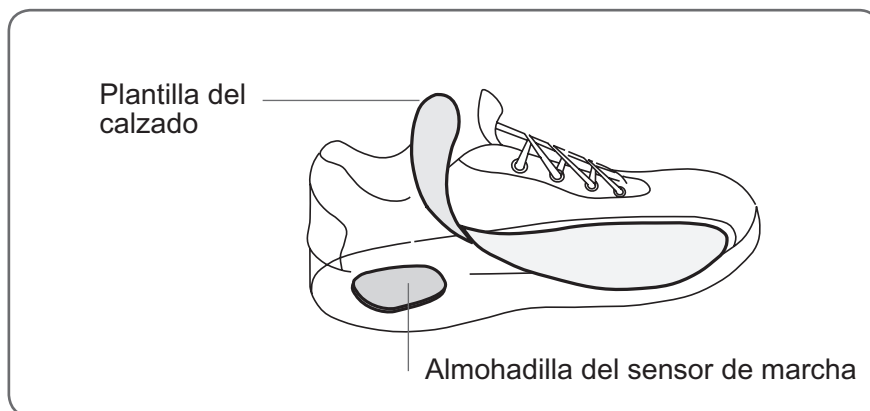

Figura 8: Colocación de la almohadilla del sensor de marcha.
2. Adhiera una almohadilla del sensor de marcha bajo la plantilla, en el talón del calzado. Vea la Figura 8.